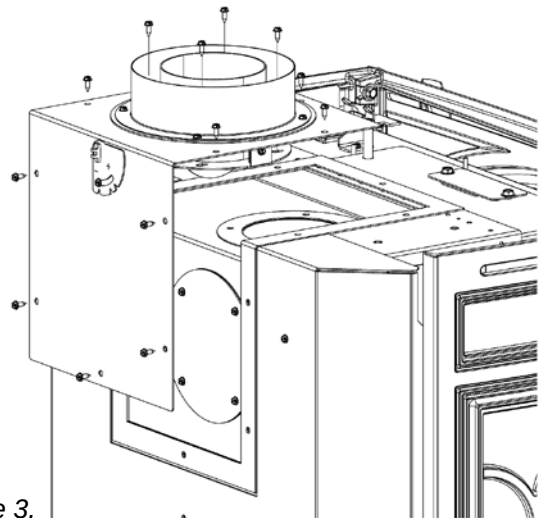

Figure 3.
1. Avec un tournevis à douille 1/4 po, retirez les 4 vis internes de la buse d'évacuation. Voir fig. 3. Retirez les 5 vis du périmètre supérieur, et les 5 autres vis du périmètre arrière. La buse d'évacuation et sa bride se retireront ensemble.